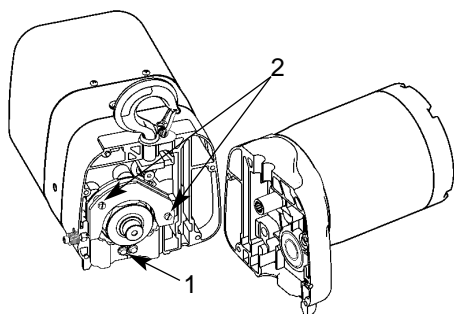

Figura 5 — Cambio de la cadena sin cadena en el polipasto
- Coloque las dos secciones del polipasto en ángulos rectos y retire los tornillos de la guía de la cadena y la guía más cercana (vea la Figura 5, Ref. No. 1).